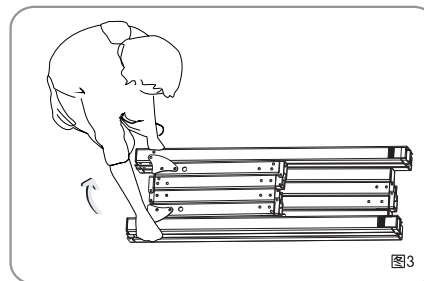
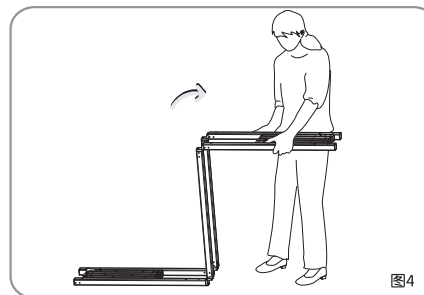

图3
图4
1. 把可折叠框架从包装箱的底箱中取出，把活动关节打开，顺次将框架展开，伸展框架平放在地上。(见图3-图4)